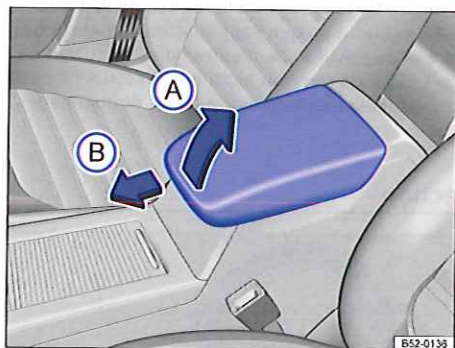

Fig. 54 Accoudoir central avant
Pour le *soulever*, tirez vers le haut l'accoudoir central avant cran par cran dans le sens de la flèche $\Rightarrow$ fig. 54 (A).